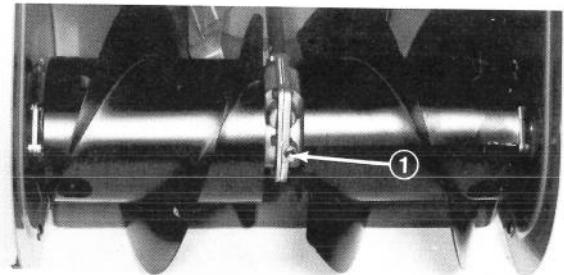

Abb. 32
3. Die Umgebung des Ablasstopfens säubern (Abb. 32).
4. Die Ablasswanne vorne unter das Räumgetriebe stellen und den Ablasstopfen herausschrauben (Abb. 32). Siehe prüfen des Ölstandes im Räumwerkgetriebe Seite 8.
7. Den Stopfen wieder einschrauben (Abb. 32).